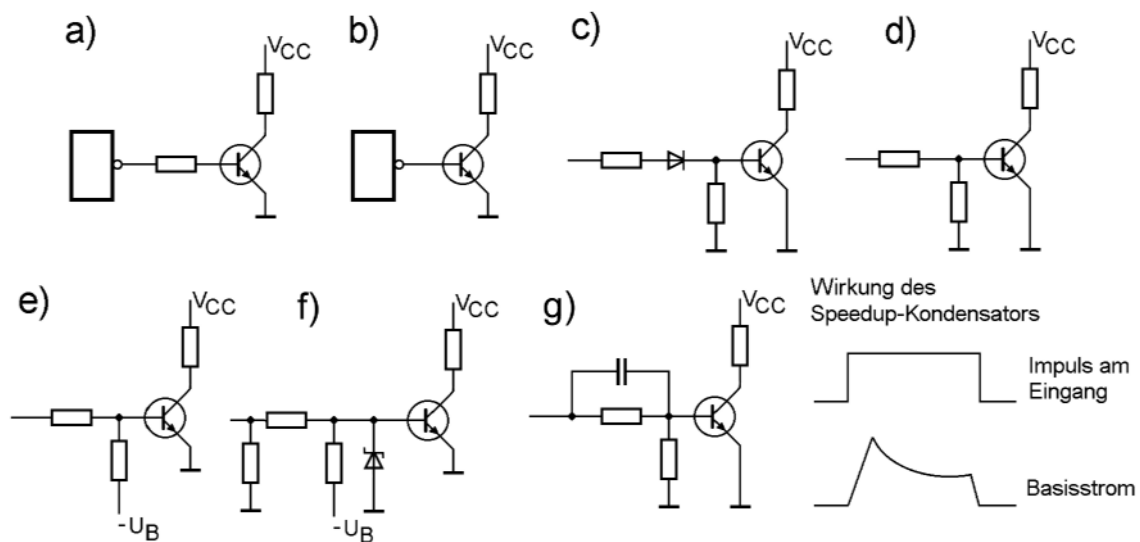

Abbildung 11.2.10 Einfache Transistorschaltstufen
- Ansteuerung mit Low. Bereits von etwa 0,5 V an beginnt ein nennenswerter Basisstrom zu fließen, wodurch die Kollektor-Emitter-Strecke schon in gewissem Maße leitend wird. Infolgedessen fließt Strom durch Last und Transistor. Der Transistor wird warm, und auch die Last kann Schaden nehmen. Nun können aus den 0,4 V TTL-Low vom Schaltkreisausgang am Transistoreingang ohne weiteres 0,5 V und mehr werden (z. B. durch den Spannungsabfall über die Massezuführung des ansteuernden Schaltkreises oder durch Übersprechen). Abhilfe: Basisvorwiderstand, Basisspannungsteiler, Diode in Flußrichtung und Kombinationen dieser Schaltmittel (Abbildung 11.2.10).
- Ansteuerung mit High. 2 V reichen auf jeden Fall aus, um den Transistor durchzusteuern. Es ist nur zweierlei zu beachten: (1) wie hoch wird dann der Basisstrom, (2) wie wirkt sich das auf die Schaltzeit aus?